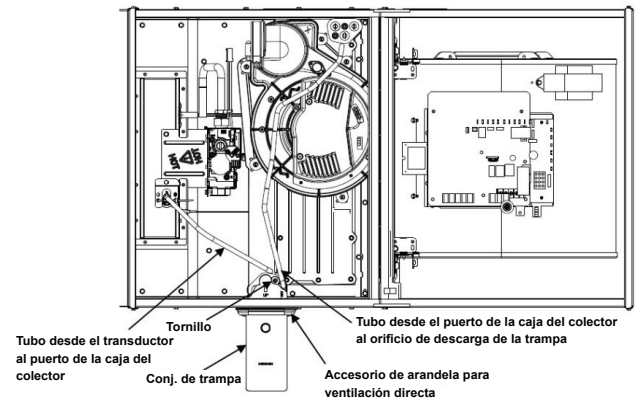

Fig. 22 – Horizontal izquierda: Auxiliar de montaje de la trampa
- b. Quite la tapa instalada de fábrica del puerto de descarga de la trampa y tiéndalo desde el puerto en la esquina opuesta a la trampa hasta el puerto de descarga de la trampa (consulte la Fig. 22). Esto requerirá la extracción de la tubería de presión del transductor de la posición instalada de fábrica. Si el tubo es demasiado largo, corte cualquier longitud adicional.
- c. Instale la tubería de presión del transductor en el puerto de la caja del colector que esté más cercano a la trampa en la que se ubicó la tapa de la caja del colector instalada de fábrica (consulte la Fig. 22). Recorte el excedente del largo de la tubería de presión del transductor a fin de asegurarse de que no haya bucles para la recolección de agua adicional. En la posición instalada, la tubería del transductor debe estar en el puerto de presión más baja y el tubo de descarga debe estar en el puerto más alto.